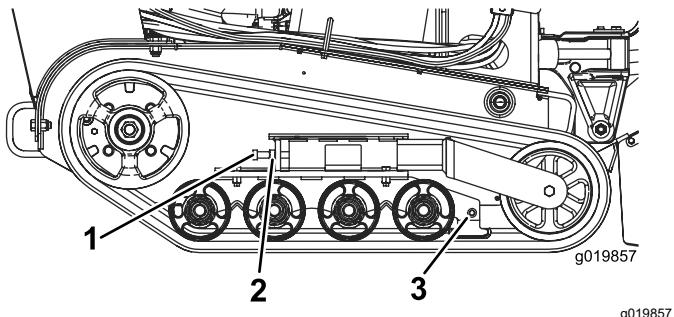

Bild 46
3. Lösen Sie die Klemmmutter an der Spannschraube der Kette und die Klemmschrauben am Spannarm (Bild 46).
4. Ziehen Sie die Spannschraube bis auf 32,5-40 N·m an, um die Kette zu spannen (Bild 46).
4. Lösen Sie die Spannschraube und Klemmmutter (Bild 46).